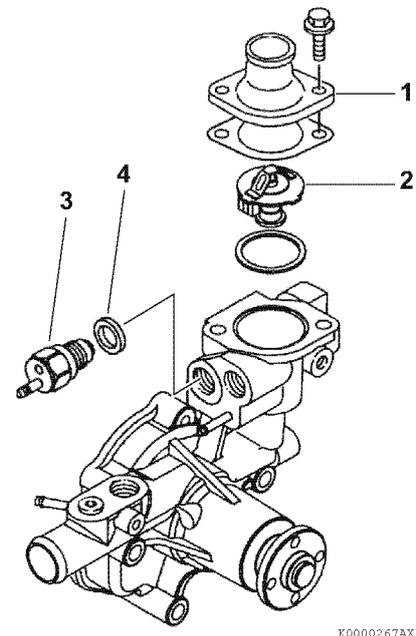

**Figure 8-7**
6. Retirez la protection du ventilateur de liquide de refroidissement du moteur (le cas échéant), le ventilateur de refroidissement du moteur (1, **Figure 8-7**), l'entretoise (2, **Figure 8-7**) et la poulie trapézoïdale de la pompe à liquide de refroidissement (3, **Figure 8-7**) du moteur.
8. Déposez la pompe à liquide de refroidissement du moteur (4, **Figure 8-7**). Jetez le joint.